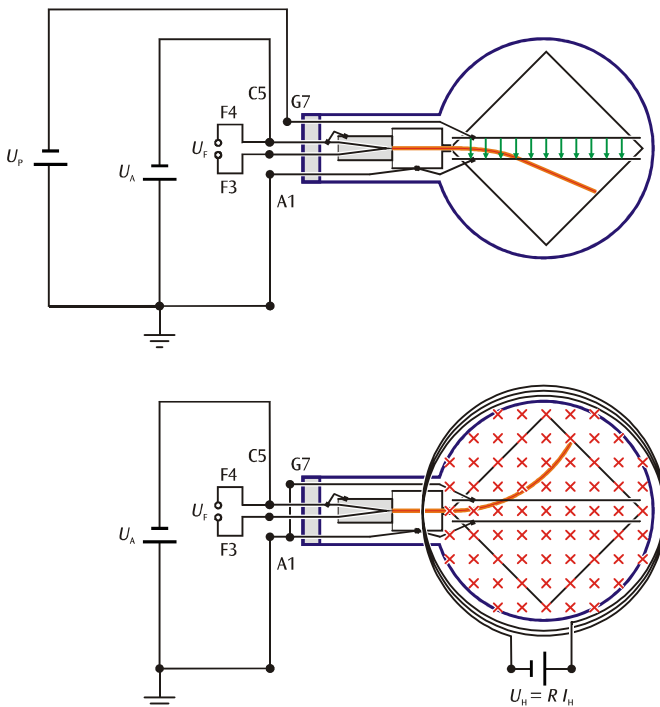

Fig. 1: Schematische Darstellung zur Thomson-Röhre. Ablenkung im elektrischen Feld (oben), (im magnetischen Feld unten)
senkrecht zu der von der Bewegungsrichtung und dem Magnetfeld aufgespannten Ebene. Die Ablenkung erfolgt in vertikaler Richtung, wenn sowohl die Bewegungsrichtung wie auch das Magnetfeld in der horizontalen Ebene liegen (siehe Fig. 1 unten). Steht die Bewegungsrichtung senkrecht auf dem homogenen Magnetfeld, so werden die Elektronen auf eine Kreisbahn gezwungen, deren Zentripetalkraft durch die Lorentz-Kraft gegeben ist.
ebenfalls vertikal abgelenkt (siehe Fig. 1 oben). Das elektrische Feld kann daher so gewählt werden, dass es die Ablenkung im magnetischen Feld gerade ausgleicht:
- Die Buchsen F3 und F4 des Röhrenhalters mittels Sicherheits-Experimentierkabeln mit dem Heizspannungsausgang (blaue Buchsen) des Hochspannungs-Netzgerätes verbinden (siehe auch Fig. 1).